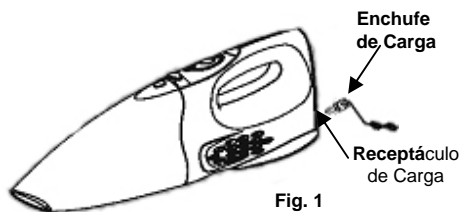

Fig. 1
3. La luz indicadora de carga se encenderá en rojo para indicar que el enchufe del cargador está correctamente insertado en el receptáculo de carga de la parte posterior de la unidad y que la unidad se está cargando. (Fig. 1)